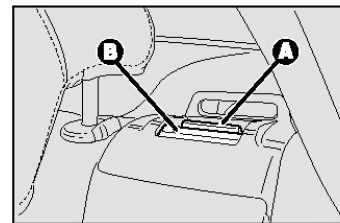

рис.96
- Поднимите вверх рычажок **А** – рис. 96, удерживающий спинку, и опустите спинку вперед. При подъеме рычажка в окошке **В** появляется красный индикатор.
*Убедитесь, что спинка надежно зафиксировалась с обеих сторон, (красный индикатор исчез из окошка В-рис.96). В противном случае при резком торможении спинка может наклониться вперед и травмировать пассажиров.*